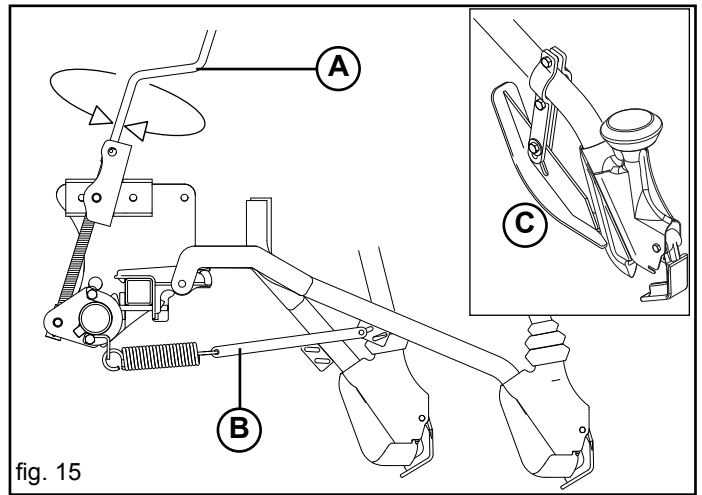

fig. 15
Die Aussaatiefe wird mit einer Kurbel gleichzeitig für alle Scharren eingestellt. Beim Drehen dieser Kurbel (Abb. 15) im Uhrzeigerichtung üben die Scharren mittels der Zugfedern einen größeren Druck auf den Boden aus und das Saatgut fällt automatisch tiefer in den Boden.
**ZUBEHÖRE:** Die Tiefe wird nur bei Schleppscha durch die Begrenzer (C, Abb. 15) bestimmt, indem deren Stellung geändert wird. **WICHTIG: für das Säen in den feuchten Boden, zu einer vorgerückten Tiefe zu 5 Zentimeter, wird es geraten, um den Begrenzer zu entfernen.**